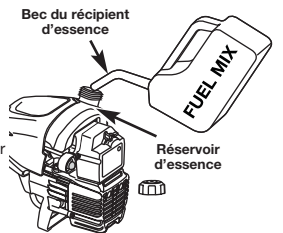

Fig. 4
2. Placez le bec du récipient d'essence dans l'orifice du réservoir et remplissez celui-ci (Fig. 4).